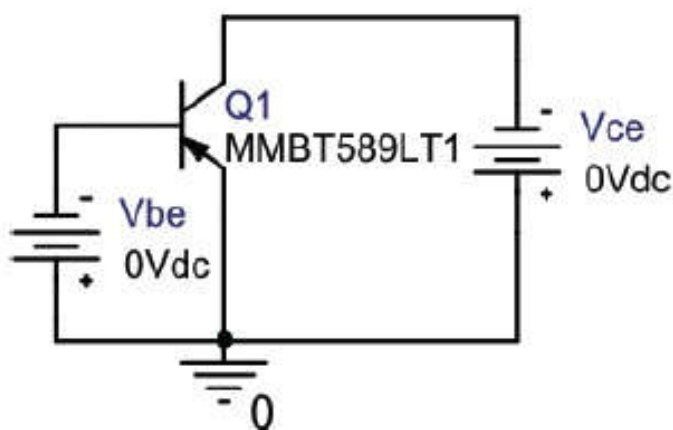

Рисунок 10 – Схема для снятия входных характеристик транзистора (OrCAD)
- Собрать схему для снятия входных характеристик (рисунок 10).